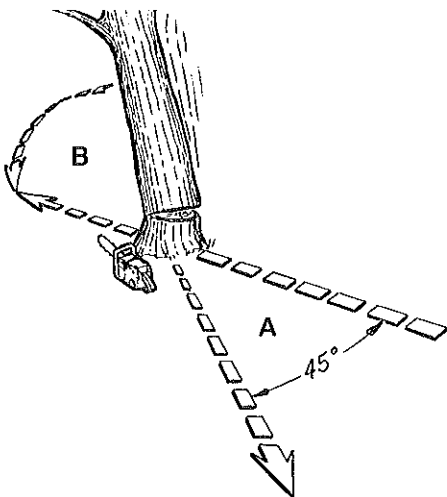

Fig. 12
ADVERTENCIA: Debe planearse una ruta de escape (A) antes de iniciar el corte. La ruta de escape debe establecerse hacia atrás y diagonalmente a la línea de caída esperada, como ilustra la Fig. 12.
ADVERTENCIA: Cuando el corte se aproxime a la bisagra, el árbol comenzará a caerse. En ese momento debe retirar la sierra del corte, parar el motor, dejar la sierra en el suelo, y abandonar la zona siguiendo la ruta de escape (Fig. 12).